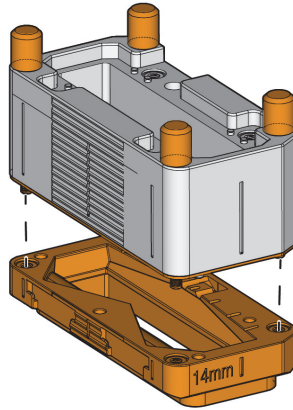

Figura 3-1 Piastre della linea di ritardo
1. Svitare le quattro viti a testa zigrinata di fissaggio della piastra della linea di ritardo al supporto della sonda (Figura 3-1 a pagina 58).